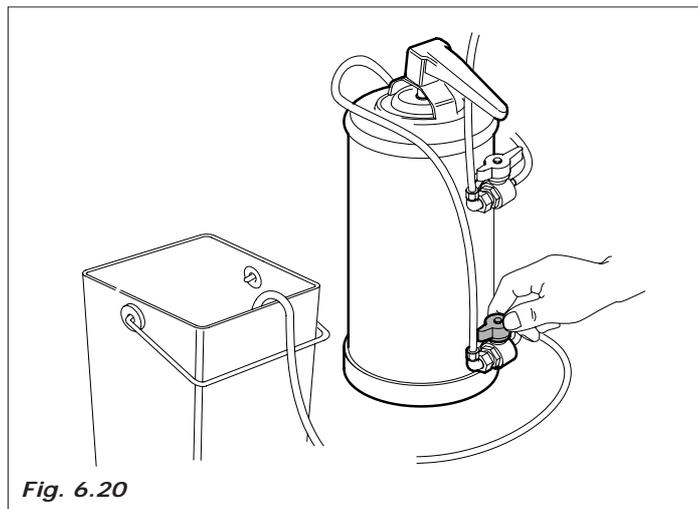

Fig. 6.20
- Girar el grifo inferior habiendo tenido la precaución de colocar el tubo del grifo inferior en el cubo (Fig.6.20).